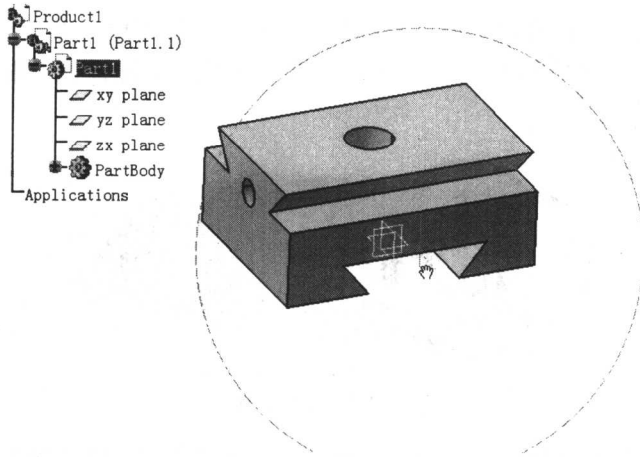

图 1-5 旋转对象
(3) 中键+左键（右键） 在屏幕上的任何地方同时按住鼠标中键和左键（或右键）不放并移动鼠标，则物体会随着鼠标的移动而旋转；同样按住中键不放，接着单击一下左键（或右键）并上下移动鼠标，则物体会随着鼠标上移而被放大，下移缩小。图 1-5 所示为旋转对象。